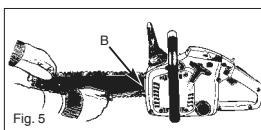

Fig. 5
1. Placer kædesavnen så de kan se reguleringskruen. Skru(D) med uret for at spændere og mod uret for at løsne kæden. Vær hele tiden opmærksom på at kæden sidder korrekt på sværdet (Fig. 5).